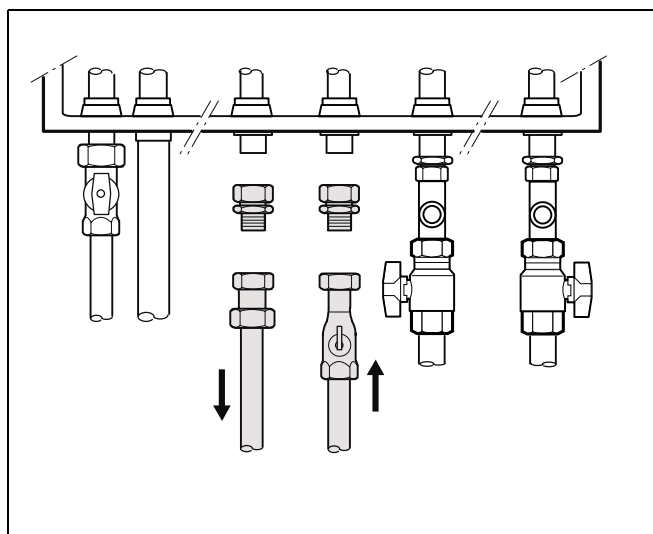

Abb. 6 Warmwasseranschluss
- Leitungen mit Klemmverschraubungen montieren. Rohre spannungsfrei anschließen (Abb. 6).